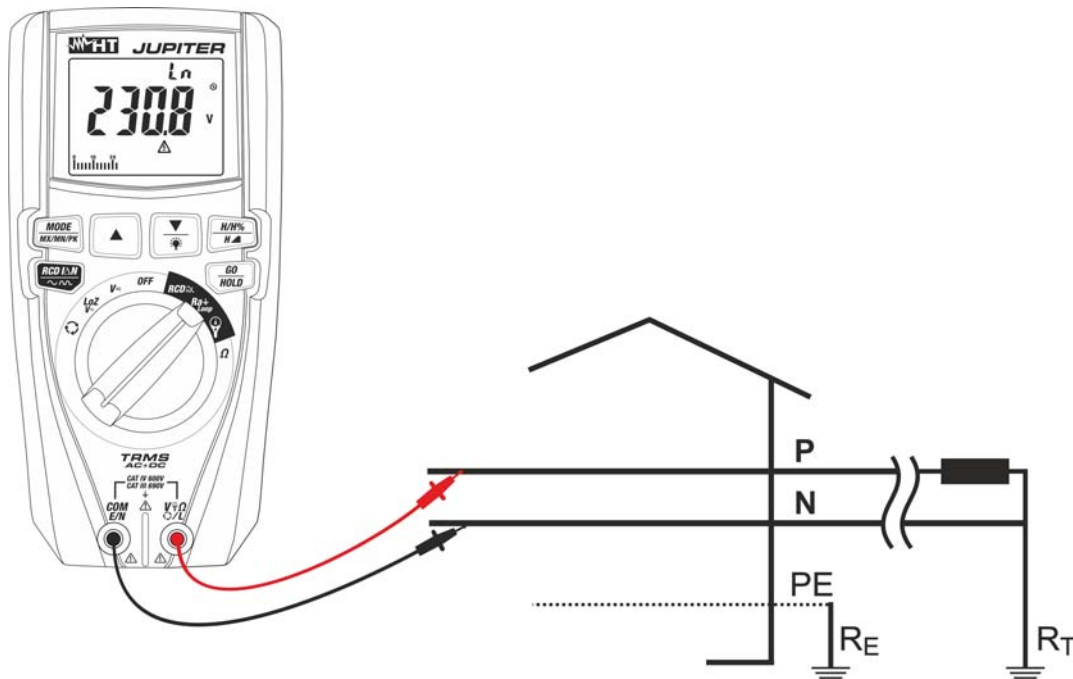

Abb. 26: Verwendung des Geräts zur Messung der Schleifenimpedanz Loop L-N mit Messleitungen
8. Zur Messung der Schleifenimpedanz L-N, falls Messleitungen benutzt werden, verbinden Sie den roten Leiter mit der Eingangsbuchse $V_{\Omega}L$ und den schwarzen Leiter mit der Eingangsbuchse **COM/E/N**, und verbinden Sie das Gerät mit dem zu messenden Kreis (siehe Abb. 26). Der Spannungswert Phase-Neutral erscheint auf dem Display.